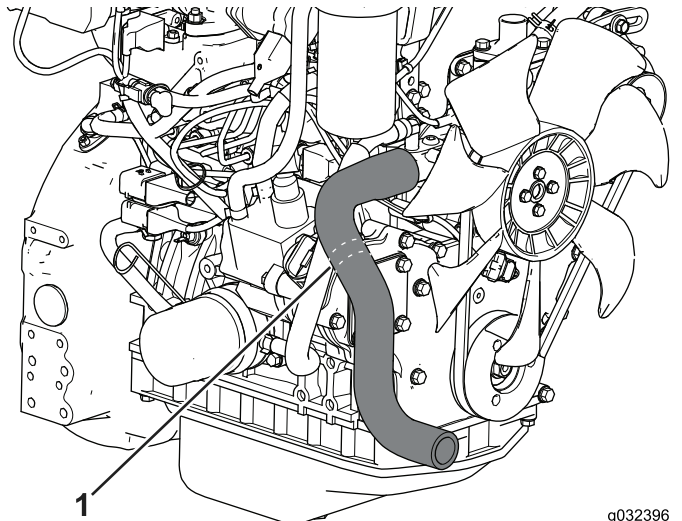

Figure 10
- Localisez la durite du radiateur (Figure 10).
- À l'aide d'un outil de coupe, coupez la durite de radiateur au niveau des traits (Figure 10).